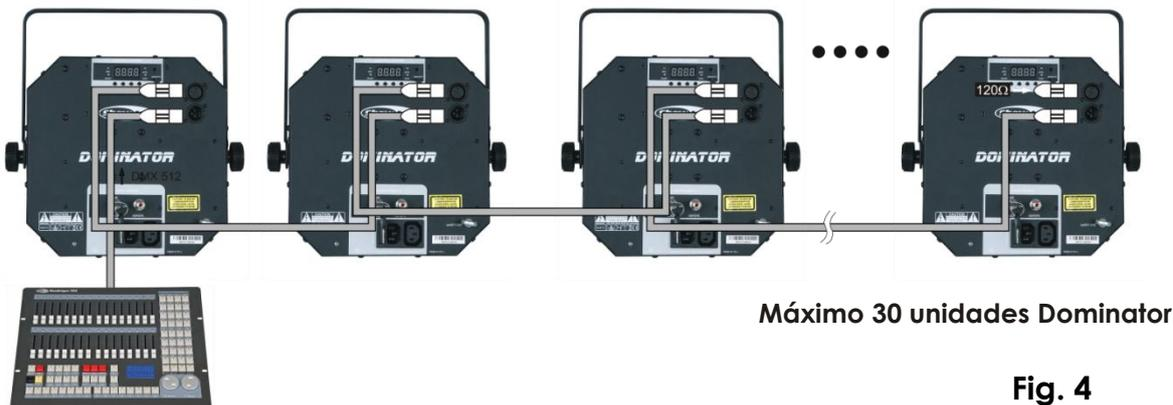

Fig. 4
4. Interconecte las unidades como se muestra en la Fig. 4. Para ello conecte un cable de señal DMX que vaya desde el conector DMX Out (salida) de la primera unidad hasta el conector DMX In (entrada) de la segunda unidad. Repita este proceso para interconectar las unidades segunda, tercera y cuarta.